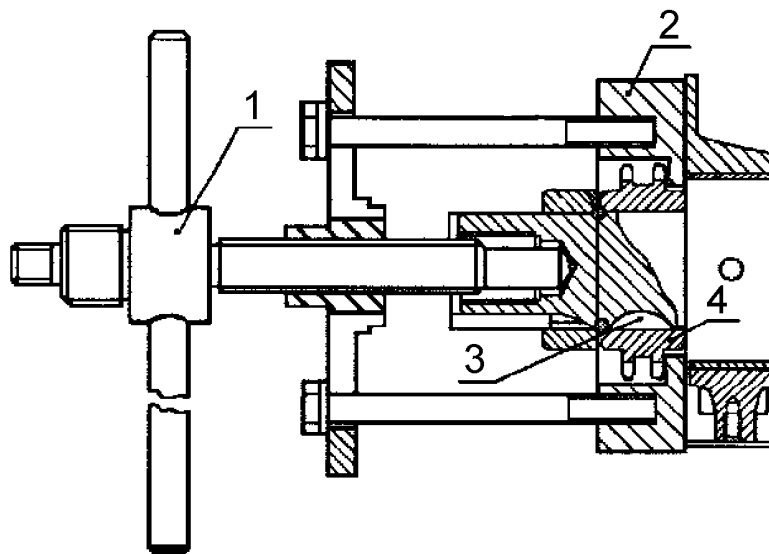

Рис.43. Снятие звездочки коленчатого вала:
- спрессовать звездочку с переднего конца коленчатого вала с помощью специального съемника (рис.43), вынуть шпонку звездочки;